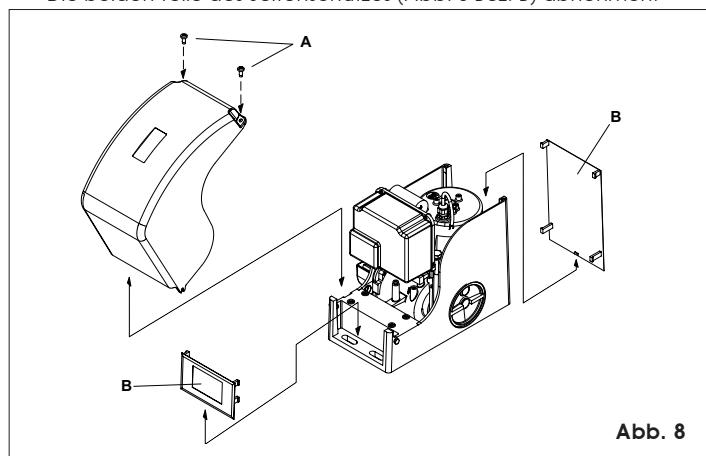

Abb. 8
- Die Motorabdeckung abnehmen, indem die beiden oberen Befestigungsschrauben (Abb. 8 Bez. A) vollständig abgeschrägt werden, die Abdeckung um ca. 30° drehen und nach oben abnehmen. Die beiden Teile des Seitenschutzes (Abb. 8 Bez. B) abnehmen.